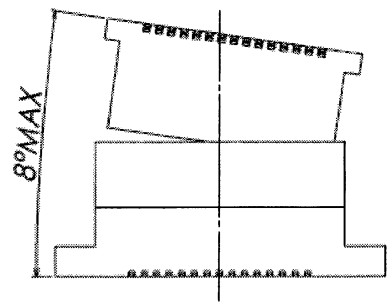
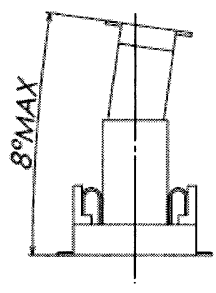

図1/ Fig.1
図2/ Fig.2
- ・誘い込み時の角度は図1～図2になりますので、記載角度以下で位置決めをして下さい。
/Figure 1 and 2 show guiding angle. Please locate it below the described angle. (誘い込み時の角度とは最初の位置決め角度であり、嵌合可能な角度ではありません。)